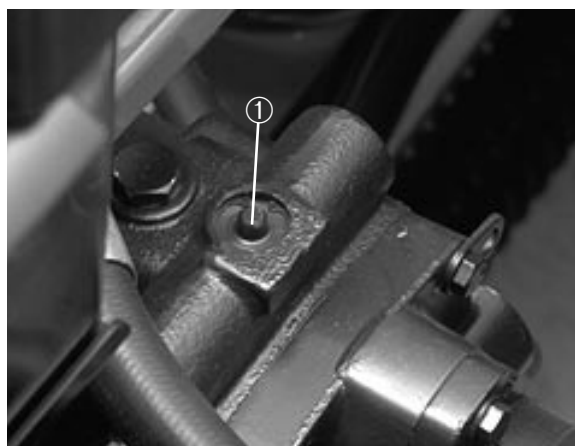

Figure 18
1. La vanne de dérivation se trouve en haut de la pompe à cylindrée variable (Fig. 18). Tourner la vanne de dérivation de 90 degrés dans un sens ou dans l'autre. Cela a pour effet d'ouvrir un passage interne dans la pompe et de dériver l'huile hydraulique. Il est alors possible de déplacer la machine (lentement) sans endommager la transmission.